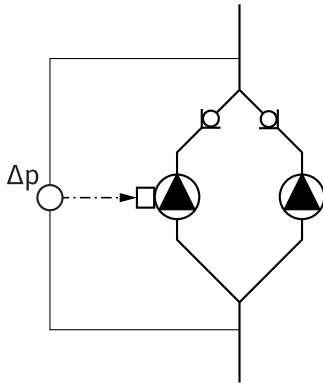

Fig. 13: Exemplo, conexão do sensor da pressão diferencial
- No exemplo da fig. 13, a bomba Master é a da esquerda vista no sentido de circulação dos fluidos. Ligar o sensor da pressão diferencial a esta bomba.
Os pontos de medição do sensor da pressão diferencial da bomba Master devem encontrar-se no respectivo tubo colector do lado de aspiração e da pressão do sistema de bomba dupla (fig. 13).